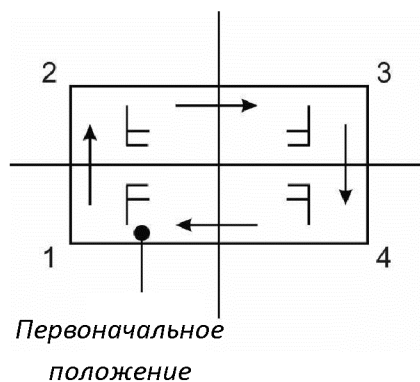

Рис. 11
- (4) Нажать кнопку **Reverse (Назад)** для изменения положения изображения. Изображение можно реверсировать в горизонтальной и вертикальной плоскостях (см. рис. 11).